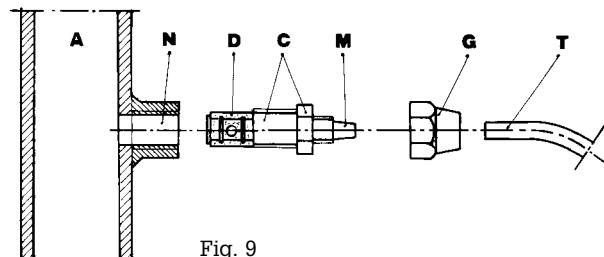

Fig. 9
- g. - Instalar na tubulação do sistema a ser tratado, no ponto mais adequado para injeção do produto a ser dosado, uma luva 3/8" gás fêmea. Tal luva não é inclusa no nosso fornecimento. Instalar a válvula de injeção na luva, utilizando como vedação fita de Teflon (Fig. 9). Conectar a mangueira no espião cônico da válvula de injeção e travá-la com a respectiva porca-trava G. A válvula de injeção é também válvula anti-retorno.
### 3.1 - ESQUEMA DE MONTAGEM DA VÁLVULA DE INJEÇÃO (Fig. 9)